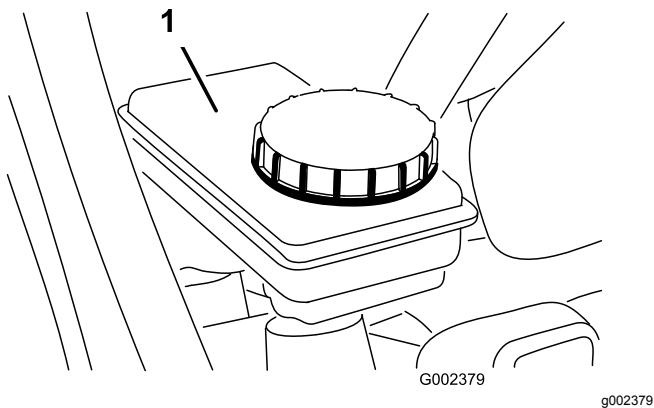

Figura 73
5. Compruebe el nivel del depósito del líquido de frenos (Figura 72 y Figura 73).
- A. Limpie la zona alrededor del tapón del depósito (Figura 73).
- B. Retire el tapón del depósito (Figura 73).
- C. Añada la cantidad especificada de fluido hidráulico hasta la línea Lleno del depósito (Figura 73).
- D. Instale el tapón (Figura 73).